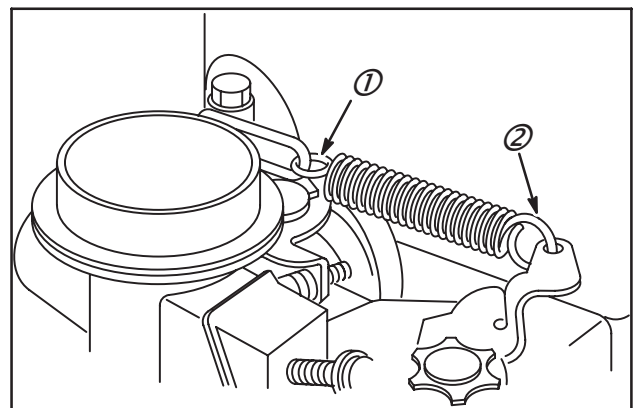

Fig. 52
Le ressort de régulateur doit être installé comme indiqué en Fig. 52. Noter la position des boucles (1) et (2) du ressort.